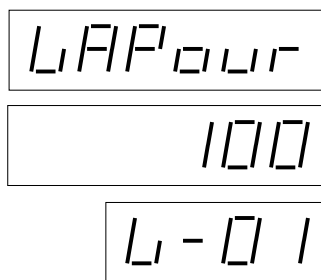

Рис. 22 Отображение параметра калибровки отсасывания
- в строке цены за единицу отобразится „V-“ и номер параметра калибровки отсасывания см. рис. 22.